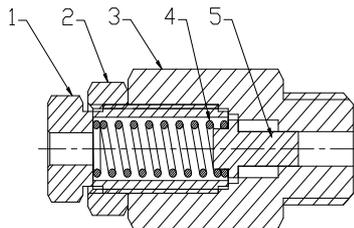

图 1 溢流阀
- 1、溢流阀：当润滑泵未能达到 1.5~1.7MPa 时调整此溢流阀。调整压力时堵住润滑泵出口口，接通电源，使润滑泵运行。按示图 1 所示，松开锁紧螺母 2，旋转调压螺钉 1 进行调整压力（顺时针往里拧为调高压力，反之则调低），如压力不能上升，则可能为柱塞 5 与阀体 3、之间有脏物卡住，卸下清洗，按原装配，再度进行调整，压力调整完毕后，拧紧锁紧螺母。